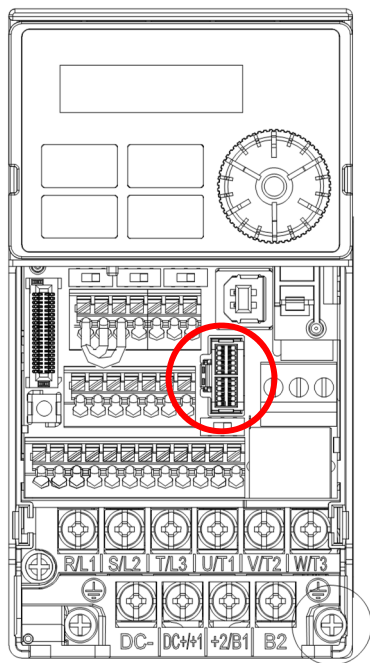

图 8-3
4. 连接线连接方式请参考下页 < 通讯卡及电源卡连接线之接线说明 > (表 8-2 及图 8-3)。
2. 组装连接线：将连接线一端的连接器与控制板连接器对接，连接方式请见章节 8-1 **通讯卡及电源卡 连接线之接线说明** (表 8-2 及图 8-3)。